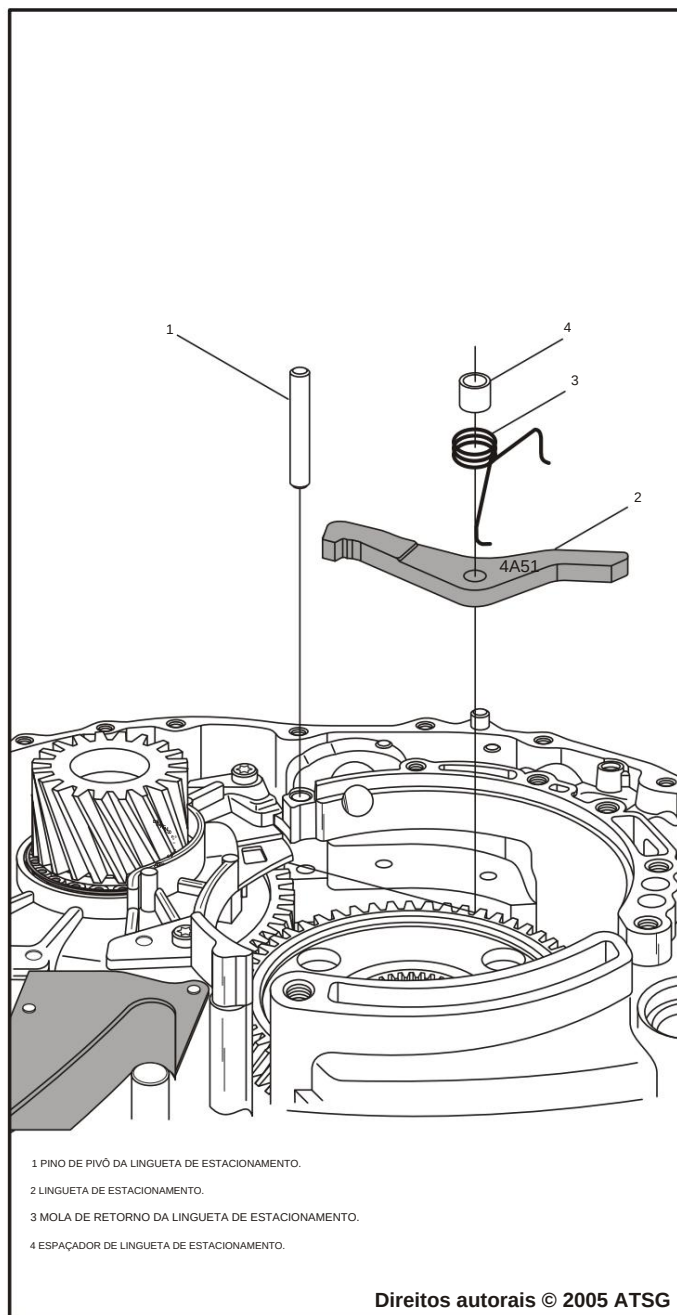

Figura 59
76. Solte a mola de retorno da lingueta de estacionamento e remova o eixo de articulação da lingueta de estacionamento, conforme mostrado na Figura 59.
77. Remova a lingueta de estacionamento, mola da lingueta de estacionamento e bucha, conforme mostrado na Figura 59.